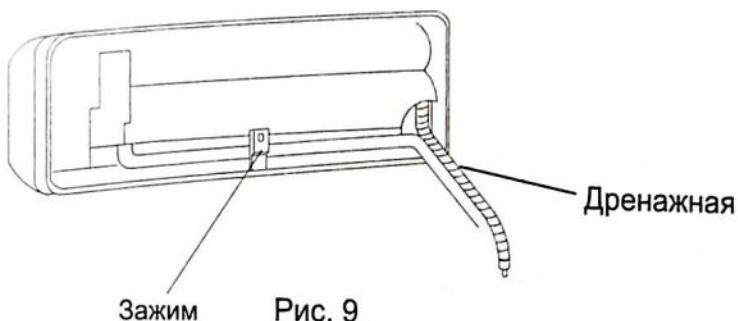

Рис. 9
2. График (справа) для установки сливного шланга. Обратитесь к Рис. 9.
2. Подключение левой обратной трубы (похожей на левую нижнюю трубку) является optionalным. Обратитесь к Рис. 9.